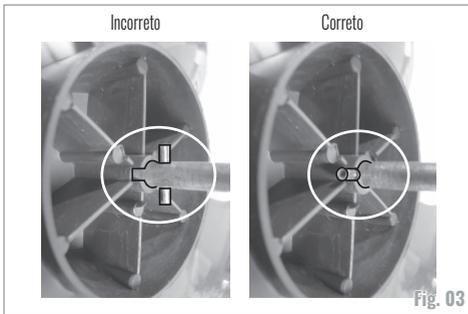

Fig. 03
a) Posicione a grade (06) no encaixe do motor (07), depois rosqueie a porca (12) no motor;
b) Alinhe o encaixe traseiro (05) da hélice (04), com o pino trava (07) encaixando a hélice no pino trava. Conforme Fig 03;
c) Coloque a porca (03) na ponta do eixo do motor, apertando-a em sentido anti-horário (esquerda) até encostar na hélice;